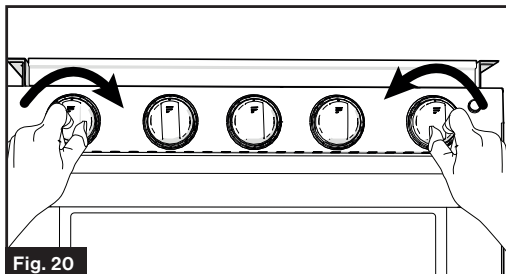

Fig. 20
3. Mantenga presionada la perilla de control del horno y gire la perilla de encendido hacia la derecha repetidamente hasta que se encienda el quemador. (Fig. 20)